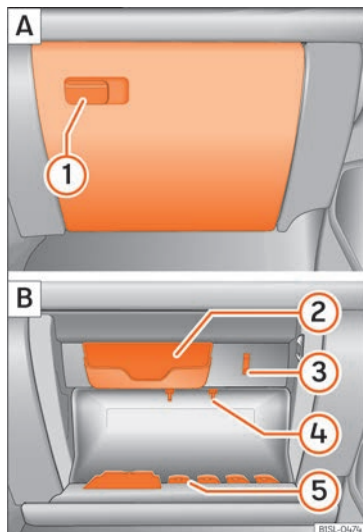

Fig. 124 Portaobjectes amb tapa al costat de l'acompanyant.
Estireu la nansa per **obrir** »» fig. 124 ①.